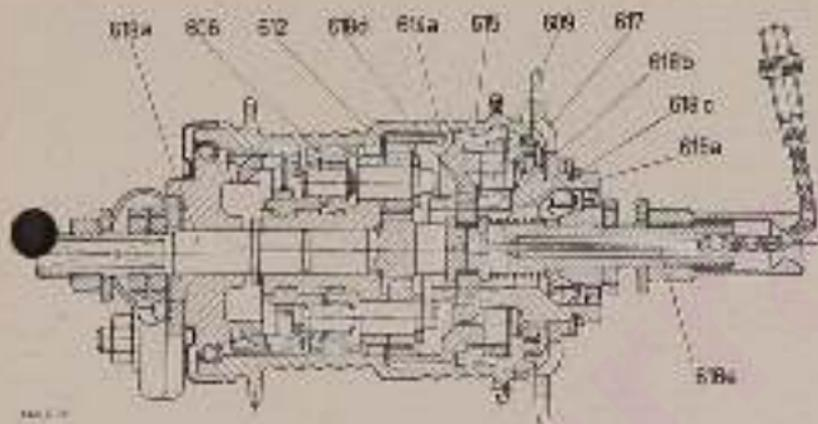

Abb. 5. Berggang
**Der Berggang** wird durch Umlagen des Schaltehebels zum Lenkerumschalter nach vorne eingeschaltet. Dabei wird der Mitnehmer (618 d) durch das Zuglängchen (618 e) so weit nach außen gezogen, daß die angeschrägten Flächen des Mitnehmers die Sperrklinken (609) an ihren hinteren Enden hochheben. Dadurch werden die Sperrklinken aus den Nuten der Lagerschale (615) ausgekuppelt, d. h. das Klinkengesamte ist außer Funktion gesetzt. Die andere Seite des Mitnehmers (618 d) bleibt jedoch noch mit dem großen Planetenrad (614 a) gekuppelt. (Siehe Abb. 5). Der Kraftverlauf geht in diesem Gang wieder vom Zahnkranz (617) über den äußeren Antrieber (616 a) auf den Mitnehmer (618 d). Der Mitnehmer treibt das große Planetenrad (614 a) an, dabei erfährt der innere Antrieber (611), der als Planetenradträger ausgebildet ist, eine Verminderung der Geschwindigkeit um 25%, d. h. wenn sich der Zahnkranz (617) einmal dreht, dann dreht sich der innere